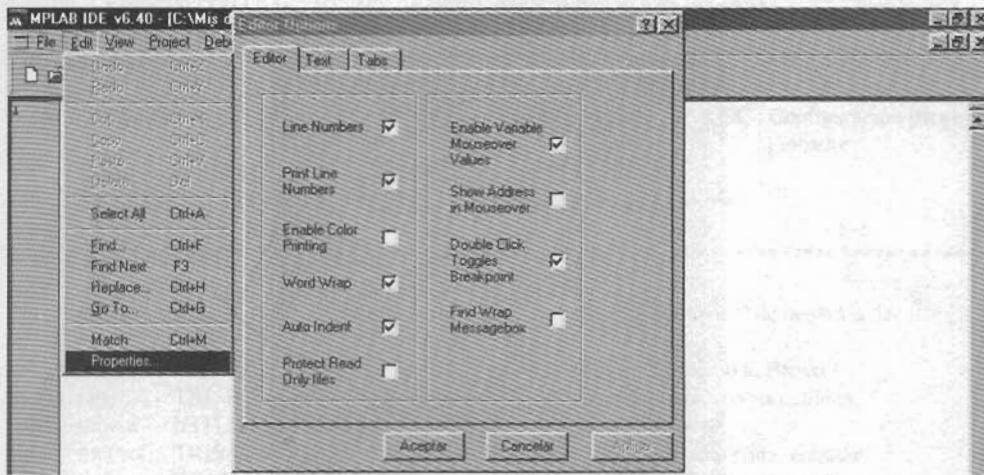

Figura 7-6 Propiedades de la pantalla de edición
- 8º Para trabajar con más comodidad es conveniente visualizar el número de cada línea. Para ello seleccionar el menú *Edit > Properties*. Dentro de la ventana *Editor Options* y pestaña *Editor* se activan las opciones que se indica figura 7-6